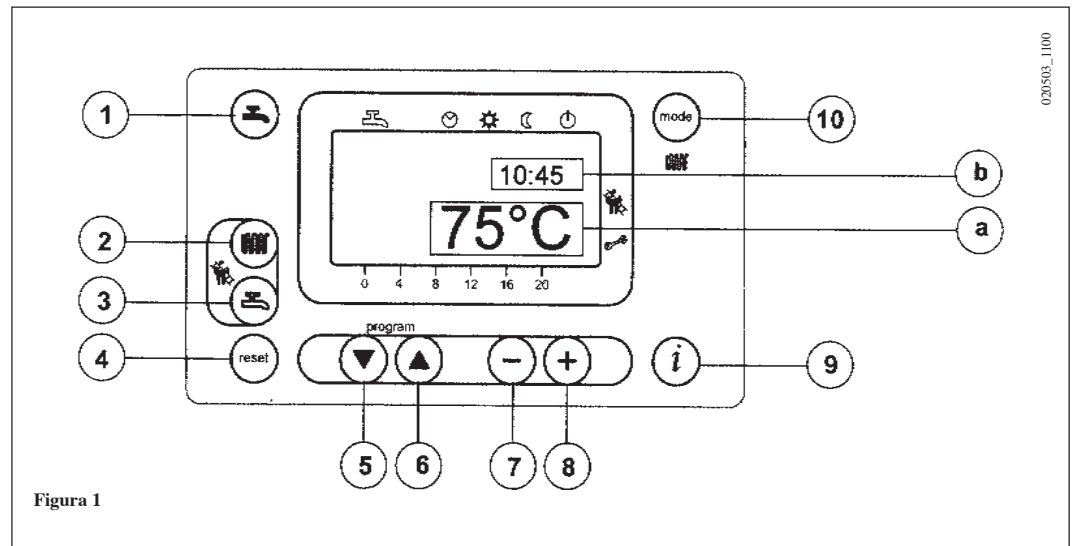

Figura 1
- Premere il tasto (🌊) (2- figura 1) per impostare la temperatura dell'acqua di riscaldamento;
- premere uno dei due tasti (🚿) (mode) (1 o 10 - figura 1) per memorizzare e ritornare al menù principale.
N.b – Con sonda esterna collegata, mediante il tasto (🌊) (2 – figura 1) è possibile effettuare la traslazione della curva di riscaldamento. Premere i tasti (–) (+) per diminuire o aumentare la temperatura ambiente del locale da riscaldare.
- Premere il tasto (🚿) (3- figura 1) per impostare la temperatura massima dell'acqua sanitaria;